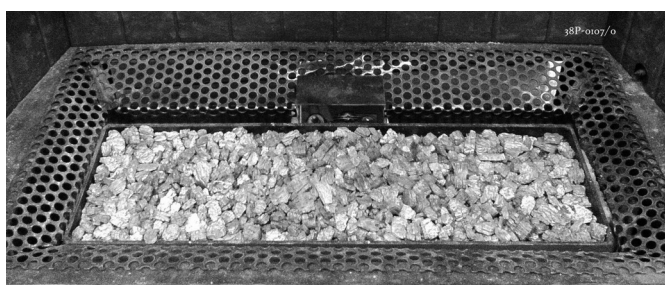

fig. 5b
- Remplissez le bac du brûleur de vermiculite; répartissez la vermiculite uniformément; voir Photo (fig. 5b).